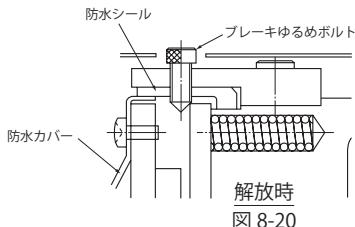

図 8-20
- (1) 対角 2ヶ所のブレーキゆるめボルトを一旦外し、手動解放防止用スペーサを取り除いた後、再度ボルトを六角スパナでねじ込んでいくとブレーキは解放されます。この時ブレーキゆるめボルトを回し過ぎないようにしてください。(ブレーキが解放されたか確認しながらブレーキゆるめボルトを回してください。) (図 8-20、8-21 参照)